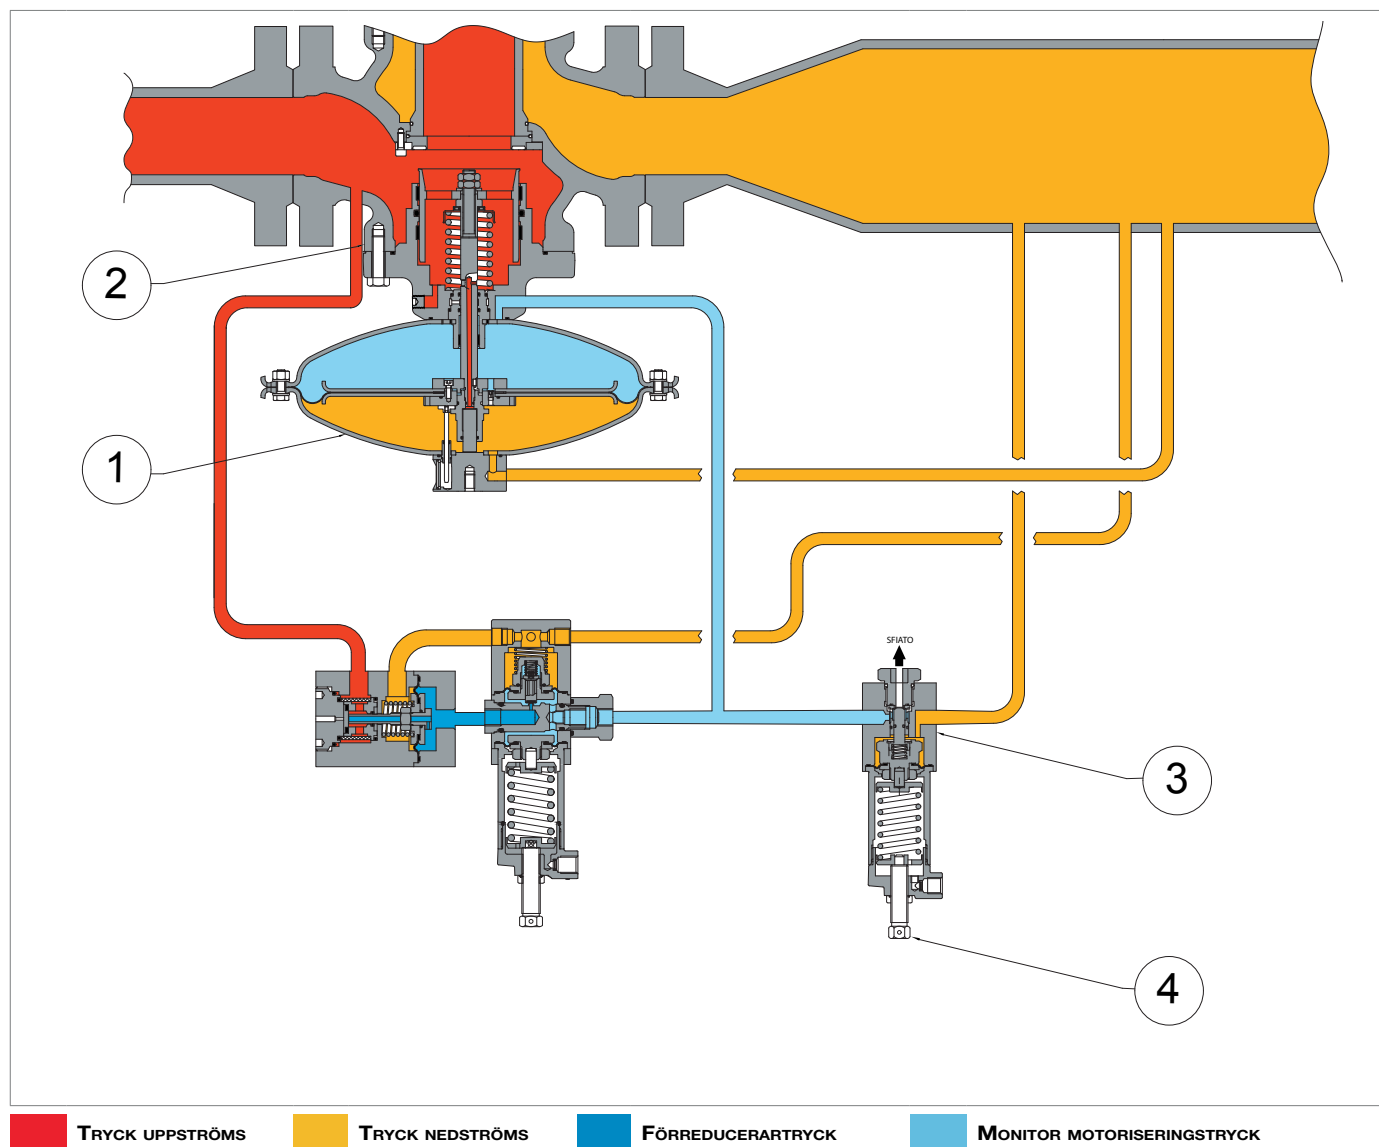

Fig. 4.10. Acceleratorventil M/A
- M/A (3, Fig. 4.10), vid nedströmstryck (Pd) från 0,55 bar.
- justerskruven (4, Fig. 4.10) för M/A-ventilen
I Fig. 4.10 visas acceleratorventilen M/A.